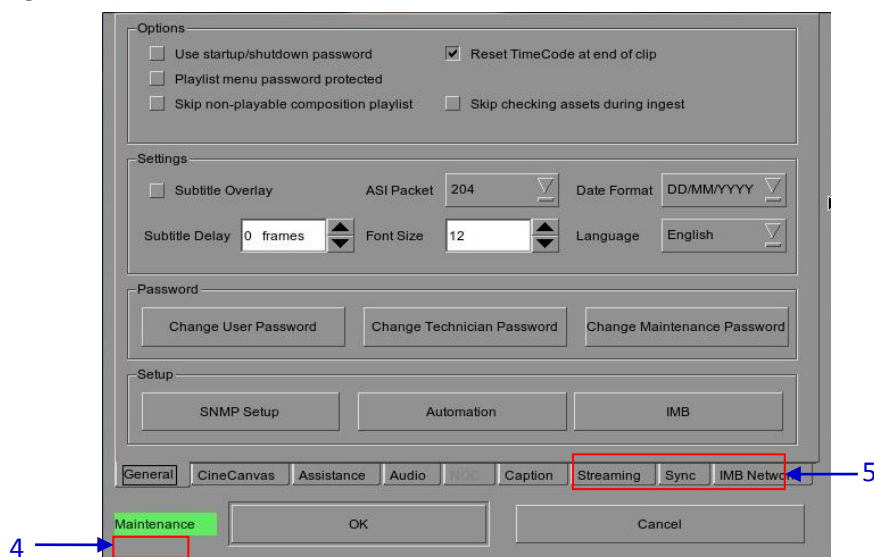

Figura 40 General [Configuración].
5. Haga clic en [IMB] para acceder a la caja de diálogo Estado de IMB (como se ve en la Figura 40)